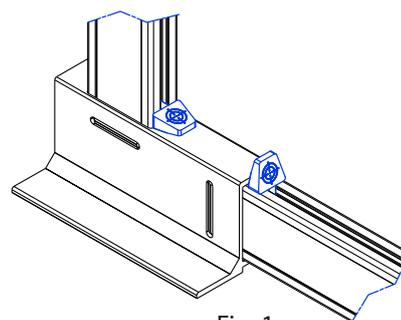

Fig. 1
- Inserire i cunei all'interno della scanalatura del montante in corrispondenza della piastra di base con l'ausilio di un martello fino ad eliminare i giochi residui (vedi Fig.1).